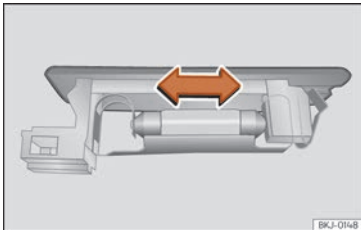

Abb. 59 Gepäckraumleuchte*
- Drücken Sie die Glühlampe zur Seite und nehmen Sie sie aus ihrer Halterung heraus »» **Abb. 59**.